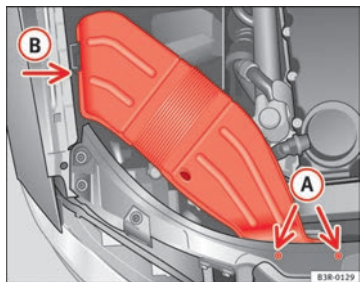

Abb. 187 Luftführungshutze an rechter Fahrzeugseite
- Drehen Sie die Schrauben **A** ⇒ Abb. 187 heraus.